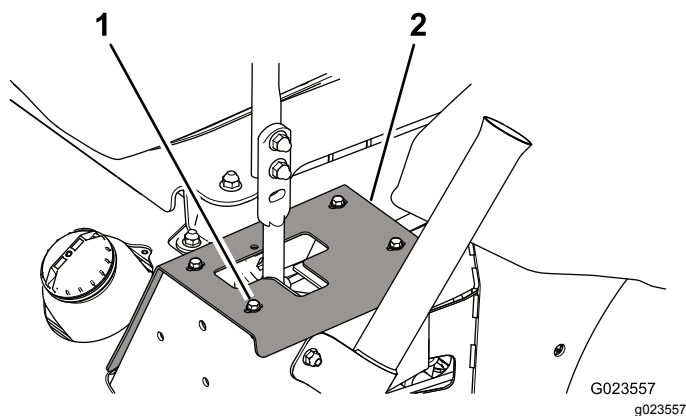

图62
2. 要接触到减震器安装螺栓应拆下将限位板固定到机架上的螺栓 图62。